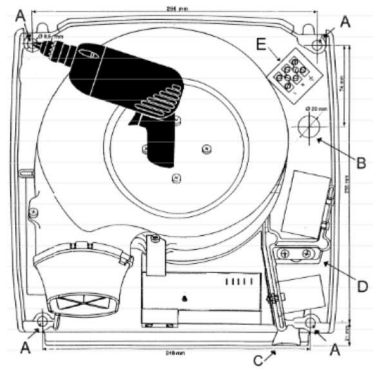

Fig. 1
- 1 Befestigung der Bohrschablone (Fig. 1) in Waage an der Wand mit Selbstklebeband.
- 1 Bei direktem Elektroanschluss mit Unterputzkabel oder Kabeldose direkt hinter der Geräte-Montageplatte erfolgt Kabelführung durch das Loch "B" (Fig. 1) in der Montageplatte mit Anschluss an der Anschlussklemme "E". Anschluss mit 3 Adern mit Querschnitt von min. 1,5 mm2 pro Leitung, empfohlene Länge 150 mm (7 mm abisoliert).